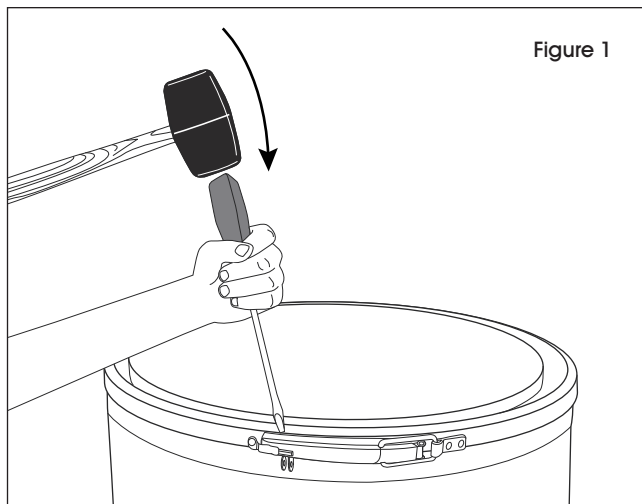

Figure 1
1. Placez la pointe du tournevis contre le bord plat de la languette de blocage. (Voir Figure 1)
2. Frappez le tournevis à l'aide du maillet. La languette de blocage s'enfoncera dégageant ainsi la poignée. (Voir Figure 1)